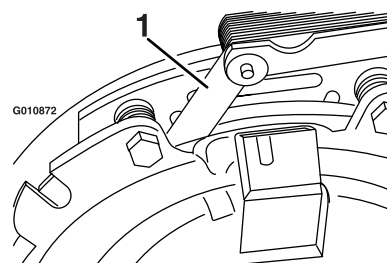
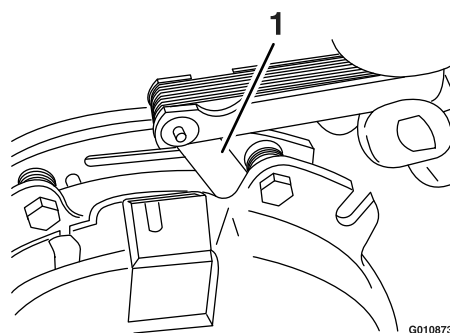

Figure 76
Figure 77
- E. A l'aide d'une jauge d'épaisseur de 0,25 mm (0,01 po), vérifiez qu'il existe un entrefer entre le rotor et la face de l'induit, de chaque côté du pôle de frein, comme montré à la Figure 76 et la Figure 77.